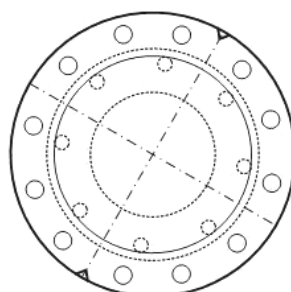

Figura 6
6. Terzo passaggio: - stringere in sequenza incrociata tutte le viti con una chiave dinamometrica applicando la coppia massima. (v. figura 6)